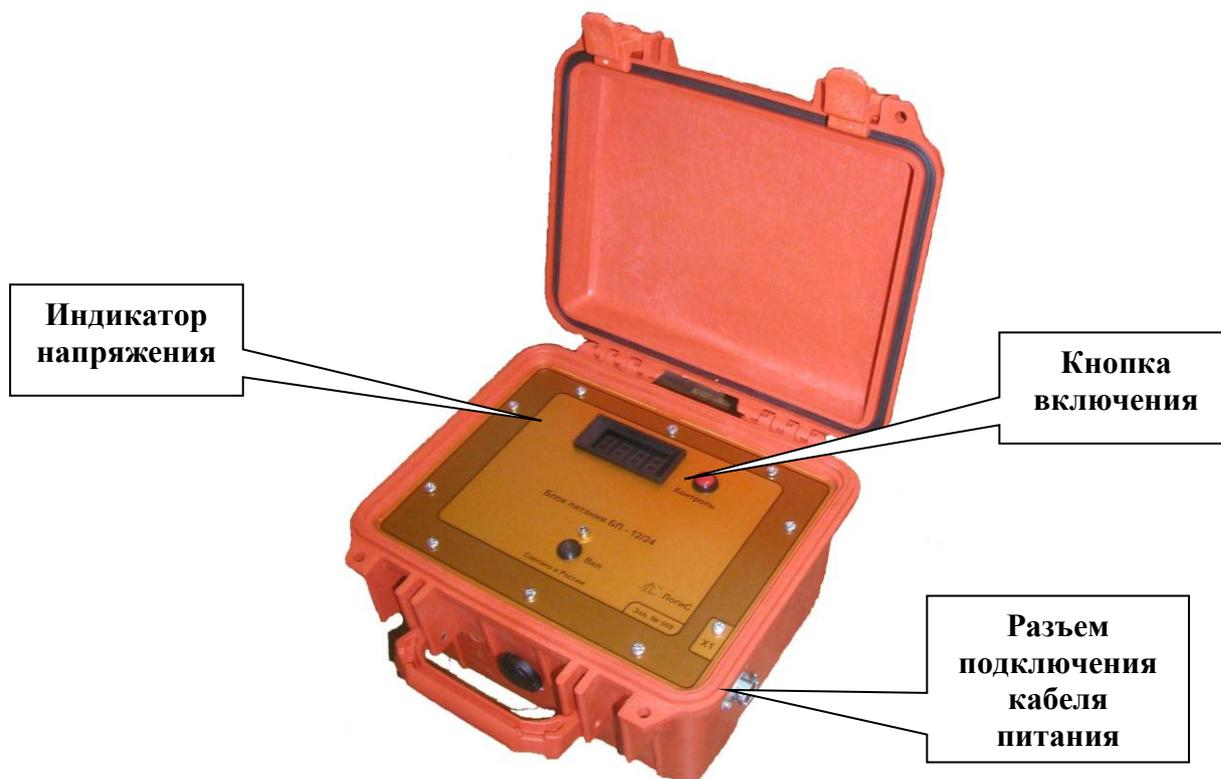

Рис. 11. Блок питания БП-12/24.
- Откройте крышку на блоке питания БП-12/24 и включите его, нажав тумблер с маркировкой «Вкл». После этого включится цифровой индикатор, который показывает текущее напряжение на батарее (рис. 11). Полностью заряженные аккумуляторы блока питания имеют напряжение 25,6В. При достижении напряжения меньше 21,6В аккумуляторы полностью разряжены. Выполните действия, указанные в пп. 3.1.3. для того, чтобы зарядить аккумуляторы БП-12/24.